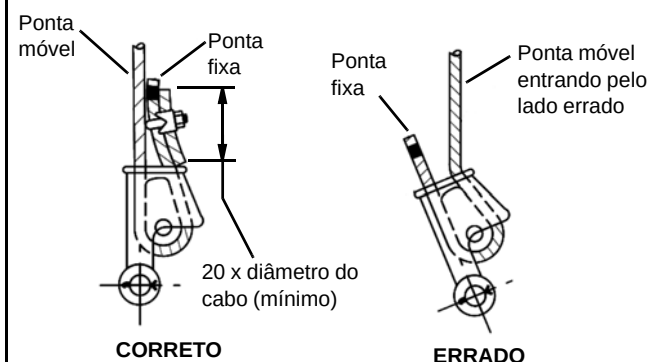

FIGURA 4-5
3. Certifique-se de que a extremidade móvel do cabo (Figura 4-5) fique diretamente alinhada às orelhas do terminal e ao sentido da tração à qual o cabo será submetido. Se o cabo for incorretamente carregado no terminal, sob uma carga, o cabo dobrará conforme sai do terminal e a borda do terminal se desgastará no cabo causando danos ao cabo e falhas eventuais.
4. Insira a extremidade do cabo de aço no terminal, forme um laço no cabo e passe-o de volta através do terminal deixando que a ponta fixa (Figura 4-5) sobressaia do terminal. Verifique se a ponta fixa do cabo tem comprimento suficiente para que seja possível aplicar o tratamento da extremidade à ponta fixa após a cunha ter sido assentada.